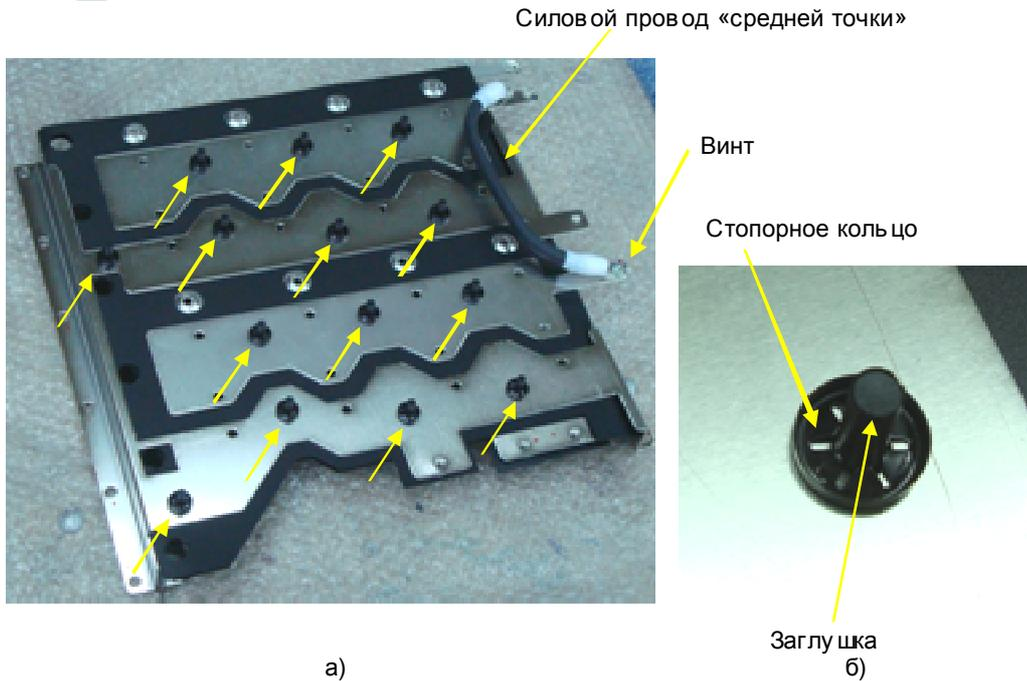

Рис. 6.23.
6.12.4. Разобрать шинную сборку, для чего выкрутить винт крепления и снять силовой провод «средней точки» блока конденсаторов. Демонтировать 14 креплений шинной сборки (рис. 6.23а), отжав на каждом креплении фиксаторы стопорного кольца и сняв стопорное кольцо с заглушкой (рис. 6.23б). Отделить изолирующие прокладки от шин и положить шины и прокладки в тару.